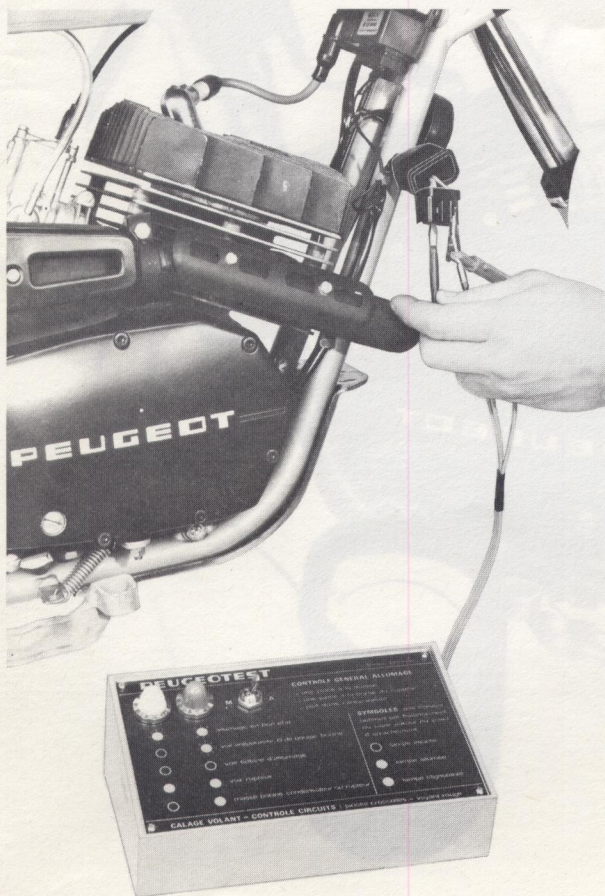

Figure 72
a) Bobine d'allumage (figure 72)